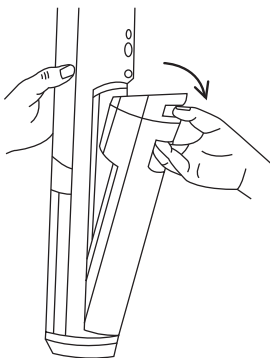

Рис. 1
- Снимите контейнер для грязной воды. Для этого нажмите на кнопку отсоединения контейнера для грязной воды и потяните контейнер на себя (Рис. 1).